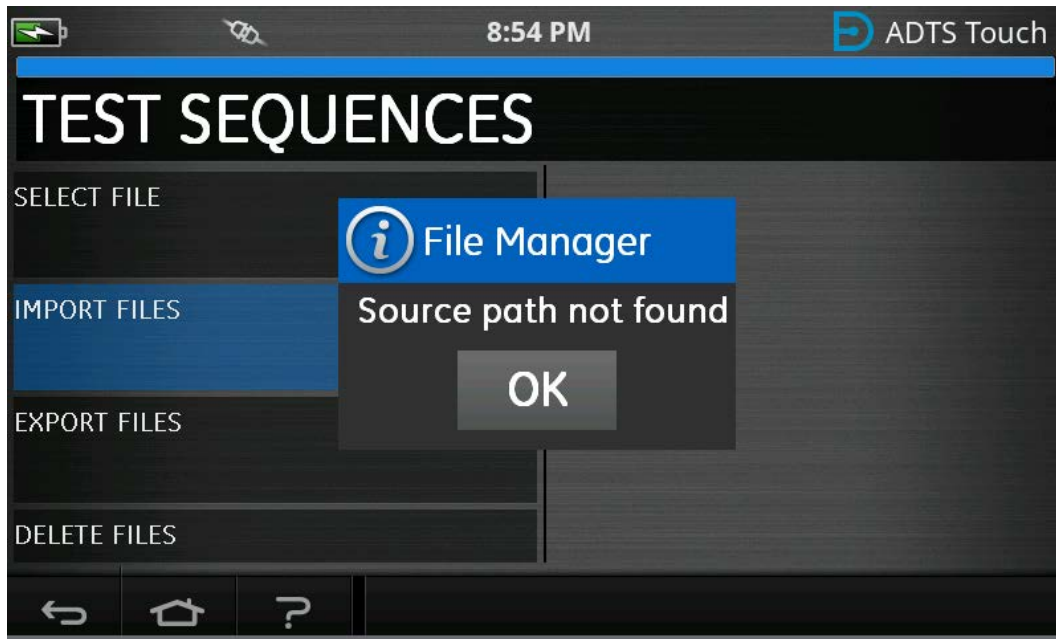

Figura 3-41: Mensaje de error de importación de archivo
7. El mensaje de error se Figura 3-41 mostrará si no hay archivos de secuencia de prueba en el dispositivo USB.